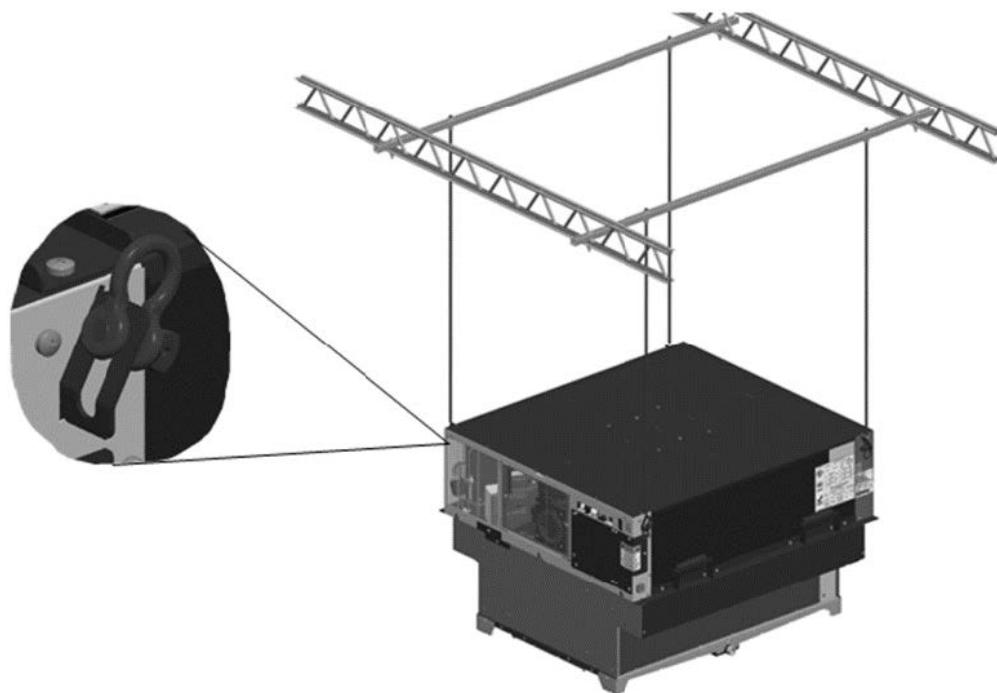

Figura 8 – Ejemplo de montaje de unidad suspendida/colgada: Suspendida con grilletes
- Suspendida/colgada - En esta configuración, la unidad queda suspendida mediante una estructura por encima de la cámara con varillas de suspensión y grilletes fijados en la unidad (suministrados con la unidad), de acuerdo con las instrucciones descritas en la Figura 8. La estructura de montaje y el kit de varillas de suspensión no se incluyen con el producto.